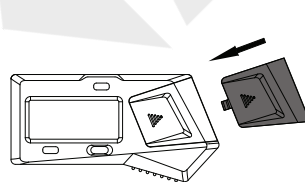

Abb.3
---Schließen Sie die Batterieabdeckung (Abb. 3)